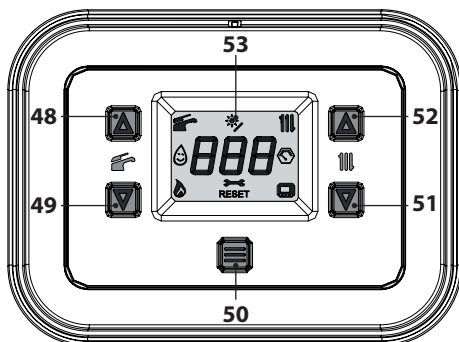

Figura 6.6
- Tenere premuto per 5 secondi il tasto 50 fino a far apparire sul display entrambe i simboli  e  (Figura 6.6).
- Entrare in "modalità programmazione" premendo contemporaneamente per 5 secondi i tasti 49 e 51 (Figura 6.6) fino a far apparire sul display LCD le lettere **HiS** che indicano il menu "Storico delle caldaia" (Figura 6.8).
- Premere il tasto 50 (Figura 6.6) per attivare la funzione. Il display visualizzerà quanto segue (Figura 6.10 e Figura 6.11).
- tenere premuti contemporaneamente i tasti 49 e 51 per 5 sec. (Figura 6.6) (ritorno al livello precedente).
- Spegnerne la caldaia tenendo premuto per 5 secondi il tasto 50 (Figura 6.6) fino a far apparire sul display LCD il simbolo **— — —** (i trattini vengono accesi in sequenza per simulare uno scorrimento) (Figura 6.5).